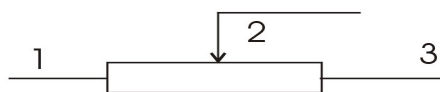

图 11
- (2) 传感器安装应当让主轴的旋转行程落在传感器旋转行程的中间部分。推荐使用以下方式进行确定：（见图 11）使用万用表量取传感器 1、3 两端和 1、2 两端间的电阻值，基本保证 $R_{13}=2R_{12}$ 。